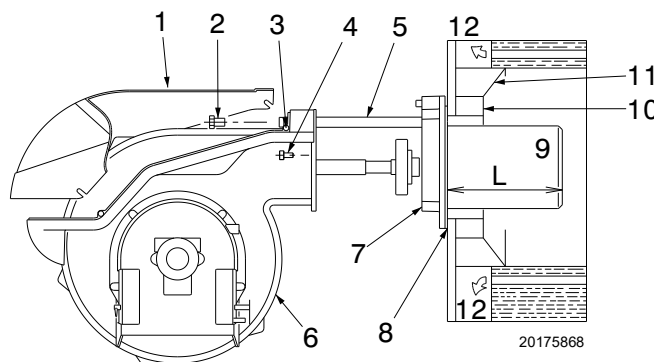
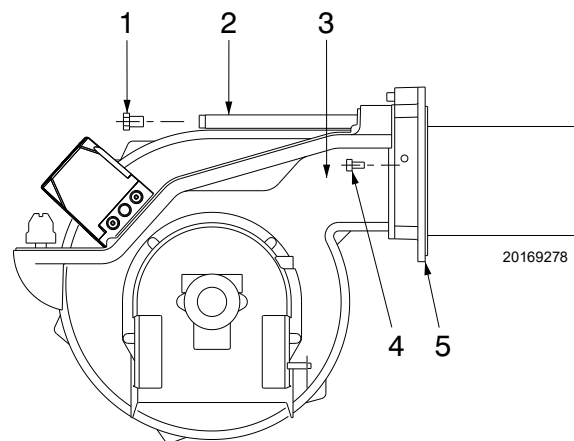

Fig. 12
Fig. 16
Duză 9)(Fig. 12)
Pentru cazanele cu partea frontală răcită cu apă, căptușeala refractară 10)-11)(Fig. 12) nu este necesară, cu excepția cazului în care se solicită în mod expres de către producătorul cazanului.
În cele din urmă, reasamblați arzătorul 3)(Fig. 16) pe ghidajele 2) și glisați-l până la flanșa 5), **menținându-l ușor ridicat pentru a preveni ca discul de stabilitate a flăcării să intre în conflict cu piesa bucală.**
- deschideți arzătorul de pe ghidaje 2)(Fig. 16) ca în Fig. 12 la pag. 16.